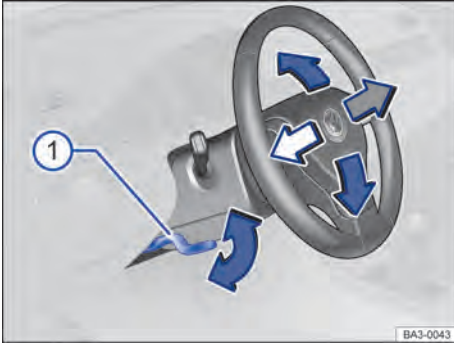

Fig. 61 Debajo y a la izquierda del volante junto con el revestimiento de la columna de dirección: palanca de ajuste de la posición del volante.
- Empuje la palanca hacia abajo sosteniéndola por su mango → fig. 61 ①.